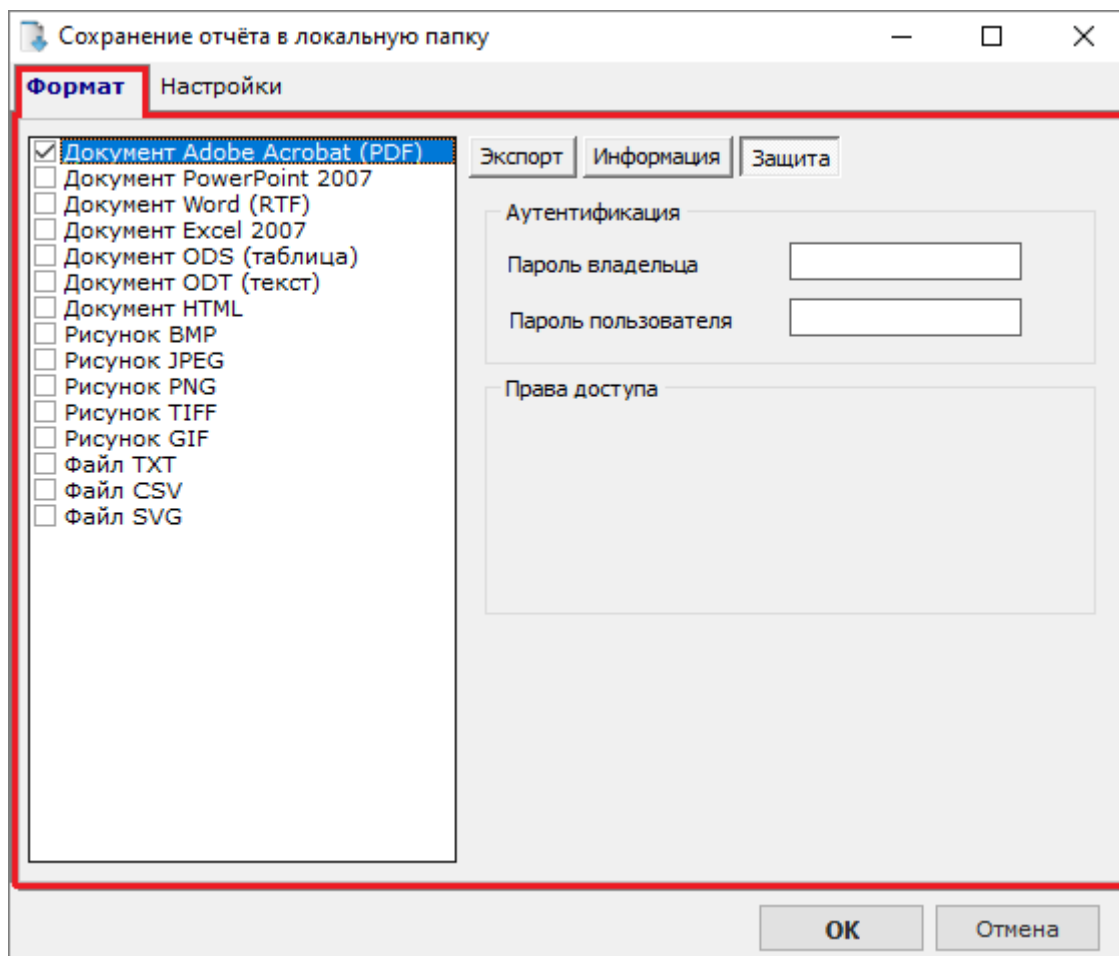

Рисунок 10-242 Вкладка "Формат" окна "Сохранение отчета в локальную папку"
- на **вкладке «Формат»** (см. Рисунок 10-242) определите необходимый формат (или несколько форматов) для сохранения отчета и настройки, соответствующие этому формату (настройки аналогичны описанным в п. 10.9.9.1);